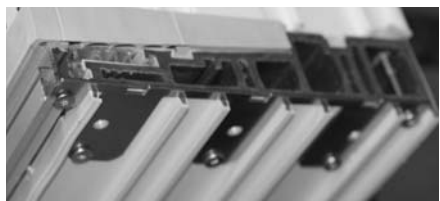

Abb.3 Verschraubung der Unterlegplatte und Sitz des Zargendichtblocks (Ohne Kappe 9S61 gezeigt)
- Abdeckkappen mit Unterlegplatte beidseitig seitlich auf die Schwelle **9S79** aufsetzen und mit je 3 Schrauben Pan Head $\text{Ø}6,3 \times 15 \text{ mm}$ befestigen (siehe Abb.3).